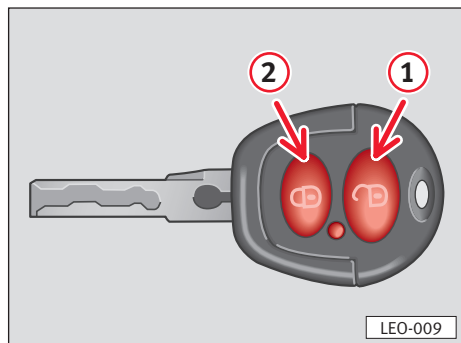

Abb. 51
- Es müssen die **beiden** mit dem Fahrzeug ausgelieferten Schlüssel – **der Schlüssel mit dem Funksender** (A) und der herkömmliche Schlüssel (B) – benutzt werden.
- Schlüssel (B) wird zum Einschalten der Zündung benötigt, Schlüssel (A) wird programmiert.
- Stecken Sie den Schlüssel (B) in Kontaktstellung in das Zündlenkschloss.
- Schließen Sie das Fahrzeug mit dem Schlüssel (A) in der Fahrertür mechanisch ab.
– Danach **öffnen** und **schließen** Sie das Fahrertürschloss mechanisch mit dem Schlüssel (A) und drücken dabei die Öffnungstaste (1) des Schlüssels ⇒ **Abb. 51**.